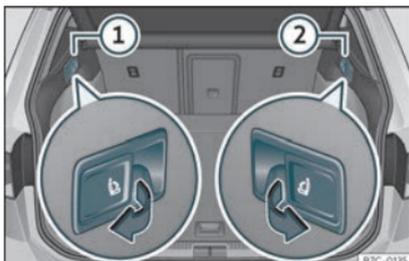

Fig. 108 Dans le coffre à bagages : leviers de déverrouillage à distance* des parties gauche ① et droite ② de la banquette arrière.
- Tirez le levier de déverrouillage»» fig. 108 de la partie du dossier que vous souhaitez rabattre.